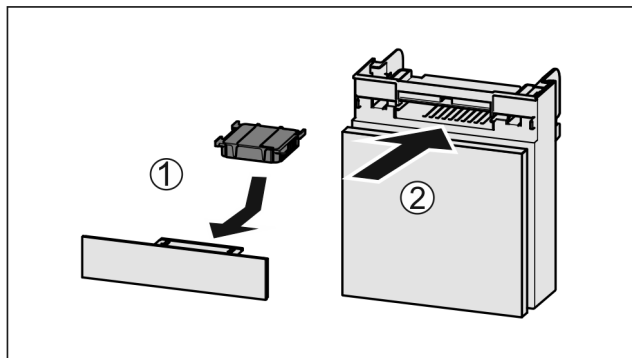

Fig. 128
- Filtr s aktivním uhlím vložte podle vyobrazení Fig. 128 (1).
- Zásuvku zasuňte Fig. 128 (2).